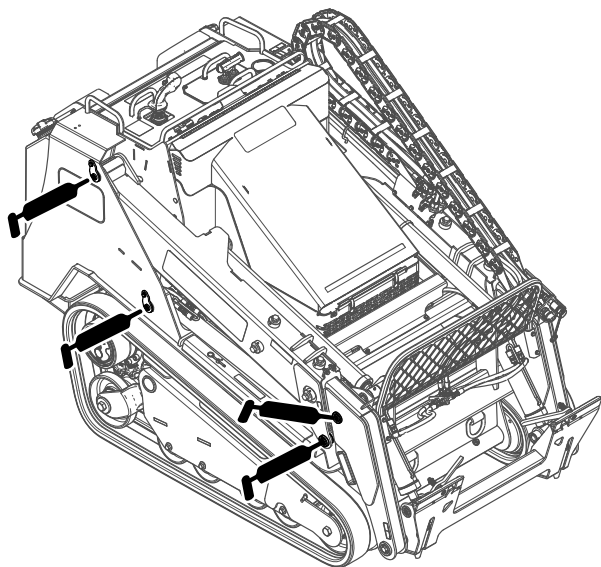
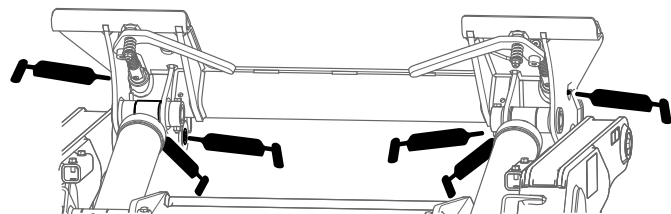
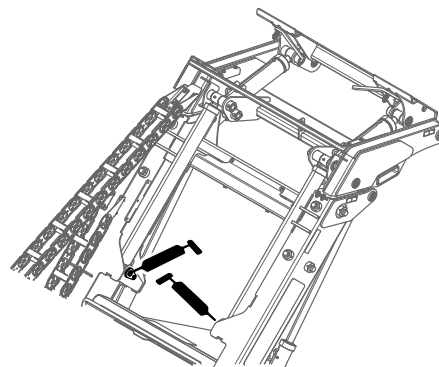

Figure 44
Figure 45
Figure 46
4. Raccordez une pompe à graisse à chaque graisseur (Figure 44, Figure 45 et Figure 46).
**Remarque:** Élevez les bras de la chargeuse avant de graisser les graisseurs; voir la Figure 46.